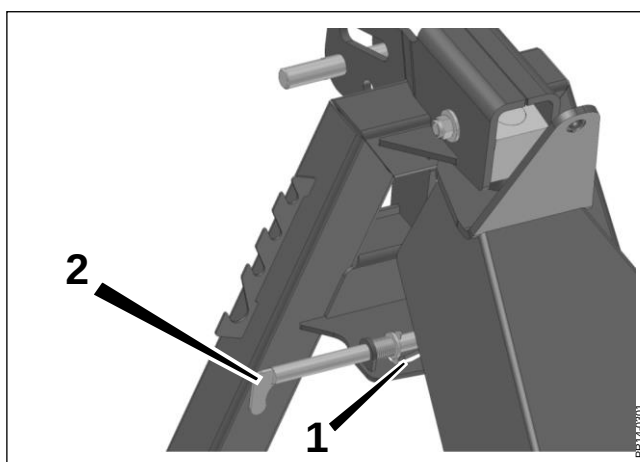

Fig. 5-8
- Fig. 5-8** Lever le faneur à l'aide des bras d'attelage jusqu'à ce que les roues soient soulevées du sol.
- Tirer brièvement le boulon de transport de sécurité (2) et le faire tourner jusqu'à débloquer la goupille fendue (1).